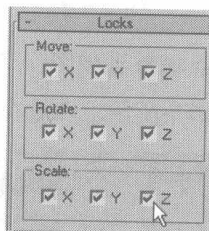

图 7.23
- 07** 为了防止选择模型时选择到视图面片，我们将视图进行冻结。选择一个贴图面片，在  层级面板中，单击 **Link Info** 按钮，将 Locks 卷展栏中的所有对钩都打上，如图 7.23 所示。同样的方法，然后分别选择其他的面片，勾选所有的对钩，将面片冻结。